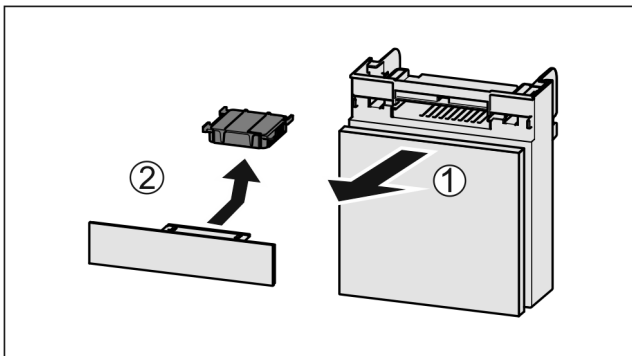

Fig. 189
- ▶ Húzza ki Fig. 189 (1) előrefelé a rekeszt.
- ▶ Vegye ki az aktívszén-szűrőt Fig. 189 (2).